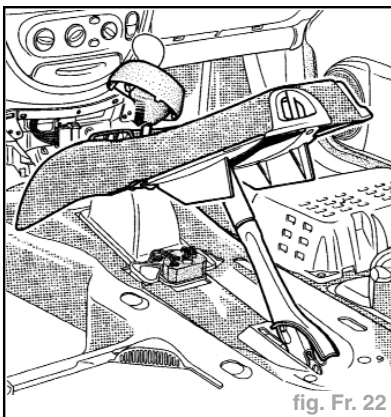

fig. Fr. 22
- Soulever le pontet afin de dégager le levier de frein à main (fig. Fr. 22).